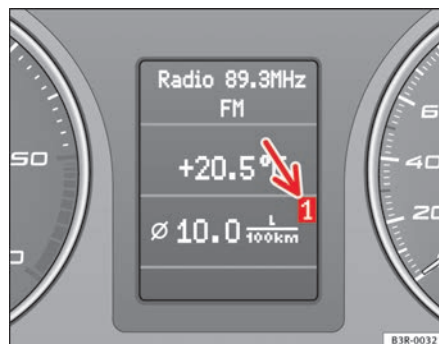

Fig. 58 Computer di bordo: Livello di carico merci 1
Il numero visualizzato sul display indica in quale memoria ci si trova ⇒ fig. 58. Se sul display appare **1** vengono visualizzati i dati del tragitto parziale. Se appare **2** vengono visualizzati i dati del tragitto complessivo.
- Premere brevemente più volte il tasto Reset **(B)** finché sul display non compare il computer di bordo (livello 1 o 2) ⇒ pag. 88, fig. 58.